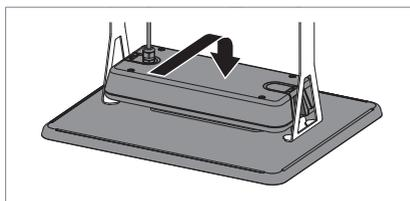

Fig. 4: Aggancio dell'apparecchio d'illuminazione al supporto a soffitto.
- ▶ Agganciare l'apparecchio d'illuminazione al supporto a soffitto, vedi Fig. 4.